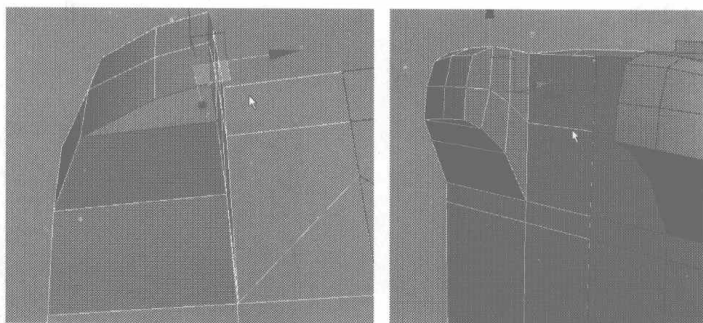
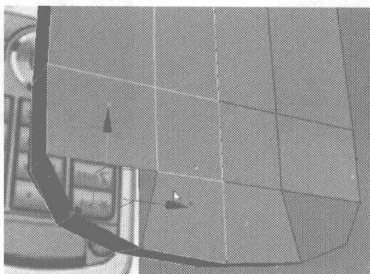

图 4.255
图 4.256
- 10** 分别选择如图 4.255 所示的曲线，单击右键，在弹出的快捷菜单中选择 Cap 命令，添加一个封闭的面，然后再调整各曲线节点，效果如图 4.256 所示。